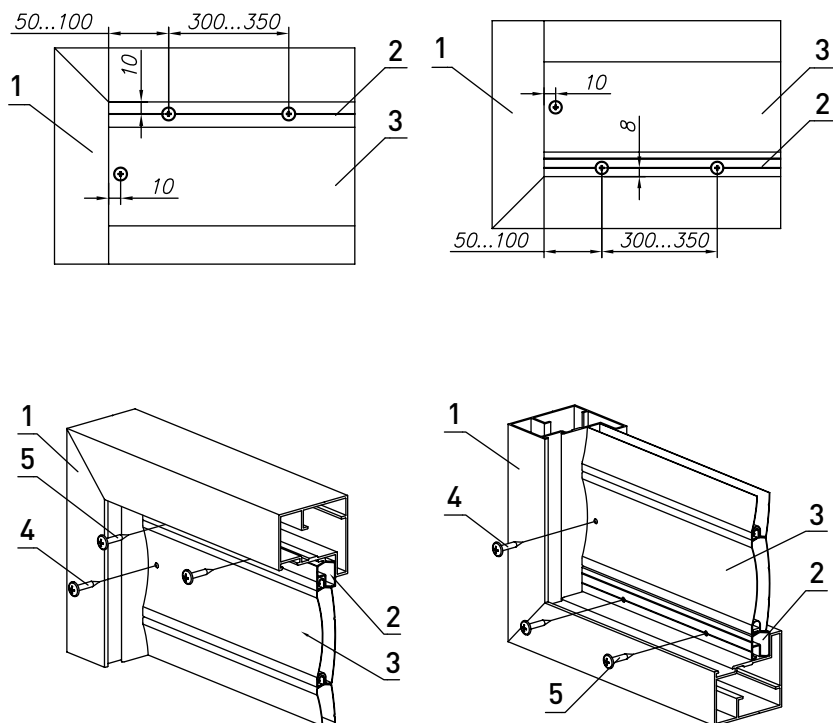

Рис. 18. Установка заполнения
3. Произвести разметку под сверление отверстий для крепления полотна заполнения в соответствии с *рис. 18*. При этом отверстия для крепления: